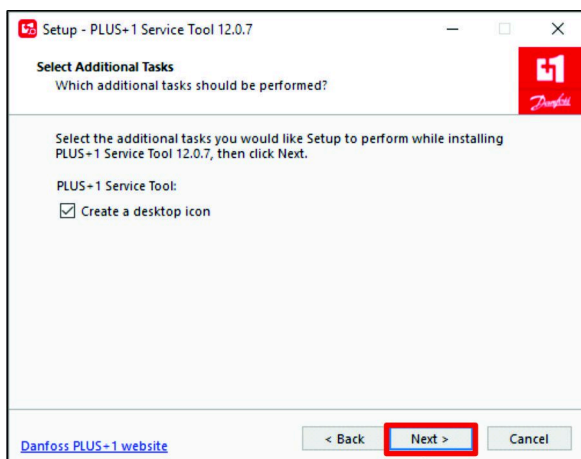

Figura 25
7. En el cuadro de diálogo Seleccionar tareas adicionales, haga clic en el botón SIGUIENTE (Figura 25).